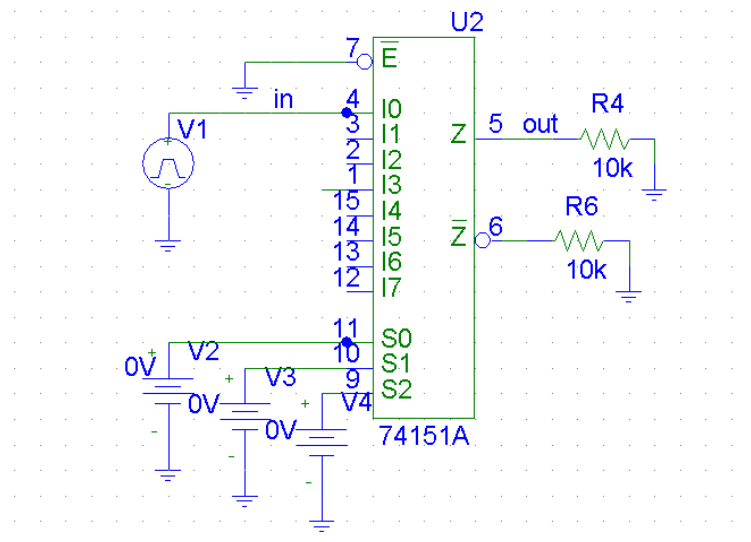

Рис. 4.1. Схема цифрового комутатора в режимі ручного управління
1. Зібрати схему цифрового комутатора (рис. 4.1) у режимі ручного управління на основі інтегральної мікросхеми K155КП7 (74151А).